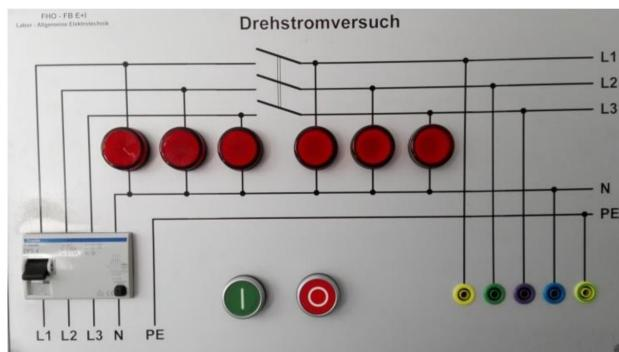

Abbildung 1: Netzmodell am Versuchstisch
- a) Für die Versuchsdurchführung verwenden Sie das im Labortisch eingebaute Netzmodell nach Abbildung 1. Skizzieren Sie eine Schaltung zur Bestimmung der Netzform (siehe Aufgabe 3.1)